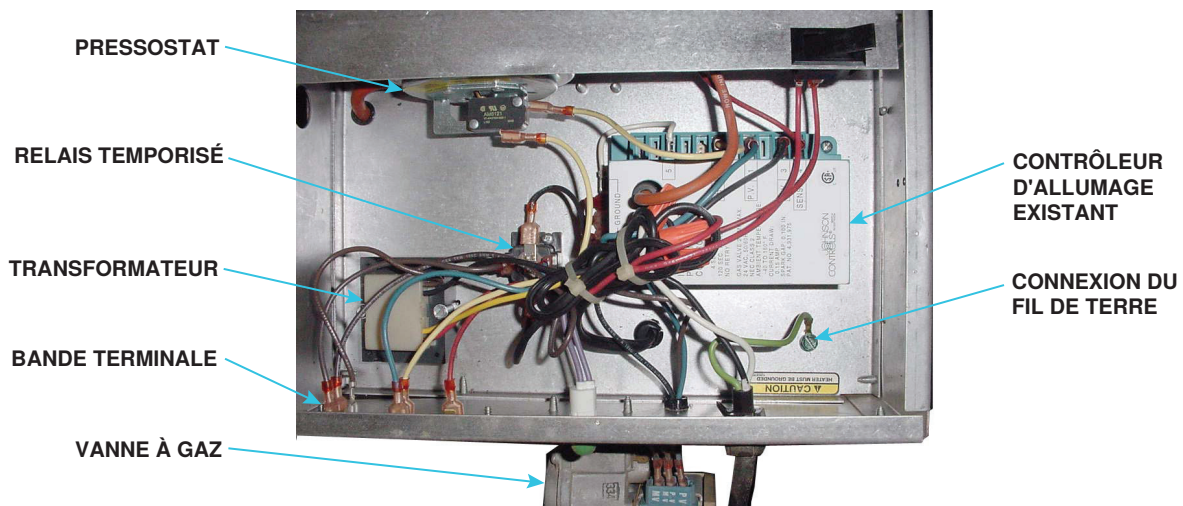

Figure 53. Compartiment de contrôle du modèle TR
3. Installez le fil de terre vert au niveau de la connexion du fil de terre (voir Figure 53)—deux fils de terre sont maintenant connectés à la vis de terre.
8. Installez le contrôleur d'allumage de remplacement au même endroit (voir Figure 53) :